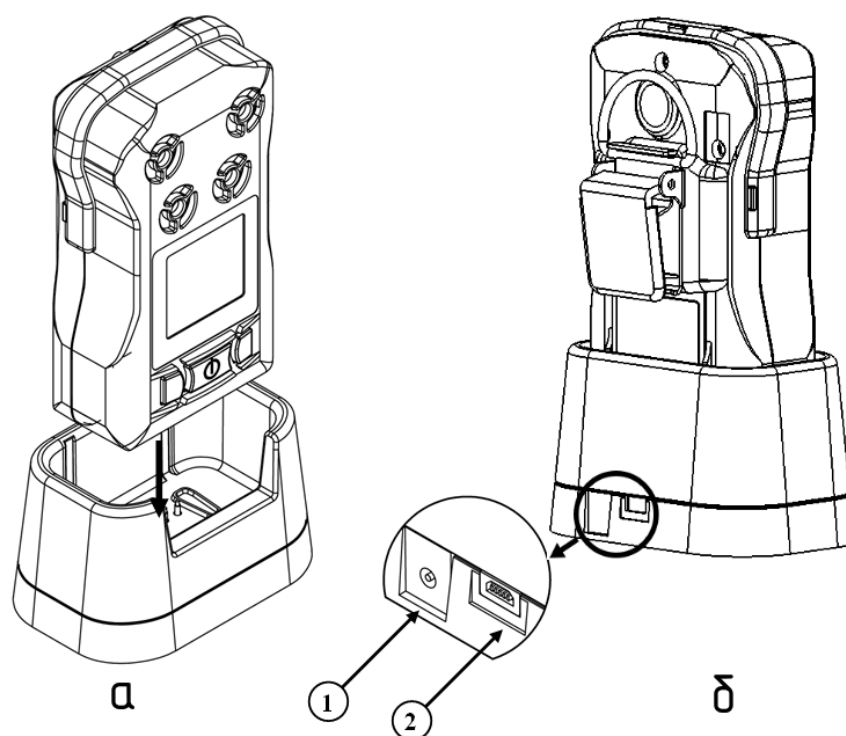

Рисунок 13. Подключение прибора к док-станции
Заряд аккумуляторной батареи прибора должен производиться вне взрывоопасной зоны при помощи док-станции (рис.13а) или автоматической зарядной станции ЗС-GS20. Для заряда к док-станции необходимо подключить зарядное устройство (разъем (1) рис.13б), плотно вставить прибор до появления короткого звукового сигнала.
При подключении к персональному компьютеру (далее - ПК) прибор необходимо поместить в док-станцию и подключить USB-кабель к разъему (2) на рис.13б.